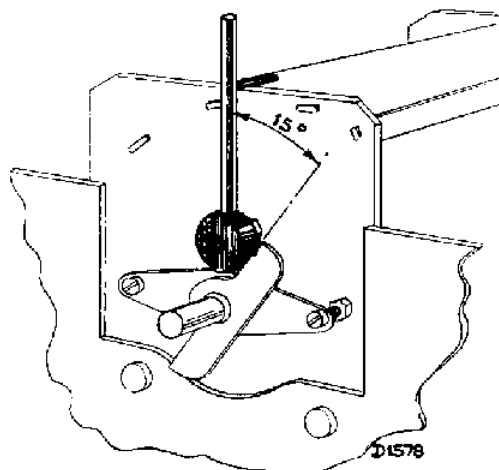

Abb. 5
4. 15°-Lehre anbringen (siehe Abb. 5).